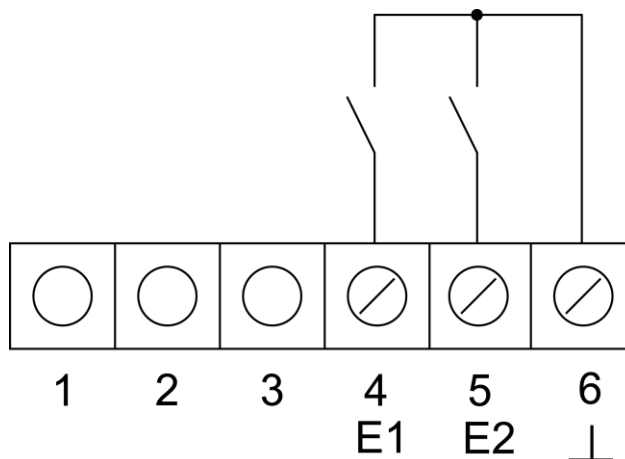

Рис.3: подключение бинарных входов
- Снимите декоративную накладку (4)
- Отделите клеммную вставку (1) от электронной насадки (3)
- Подключите шинный кабель к соответствующей клемме (9) в клеммной вставке.
- Двоичные входы: Подключите оконные контакты, кнопки-замыкатели или размыкатели к клеммам 4, 5 и 6 клеммной группы (8) (Рис.3)
- Установите клеммную вставку (1) в подрозетник скрытого монтажа. Обратите внимание на правильность установки в соответствии с надписью "ВЕРХ" (**OBEN \ TOP**) Подключение шины должно располагаться внизу справа.
- Установите декоративную рамку (2) на клеммную вставку (1).
- Вставьте электронную насадку (3) в клеммную вставку в правильном положении.